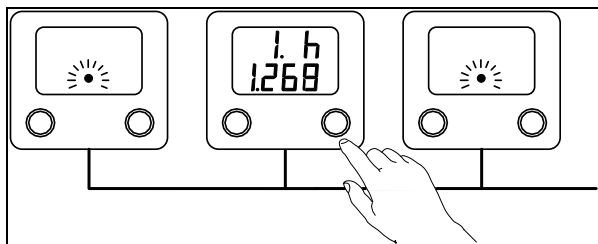

Рисунок 8
3.6.8.1 «Спящий режим» обеспечивает снижение суммарного потребляемого тока при использовании нескольких сигнализаторов в линии – при работе с одним сигнализатором, остальные «засыпают» (рисунок 8). Этот режим применяется, если нет необходимости в одновременной работе нескольких сигнализаторов.